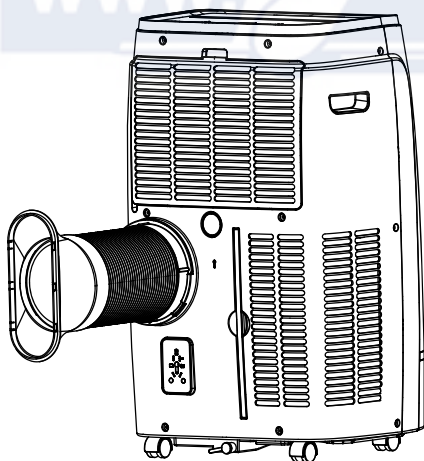

Fig.1
1. Anslut ändstosen för anslutning till fönster, sträck ut slangens maximalt (1,5 m) så att den når till fönstret och haka fast den på aggregatets baksida (Fig.1).
1. För denna håltagning rekommenderas det att anlita en glasmästare (Fig. 1).
(Fig. 1)